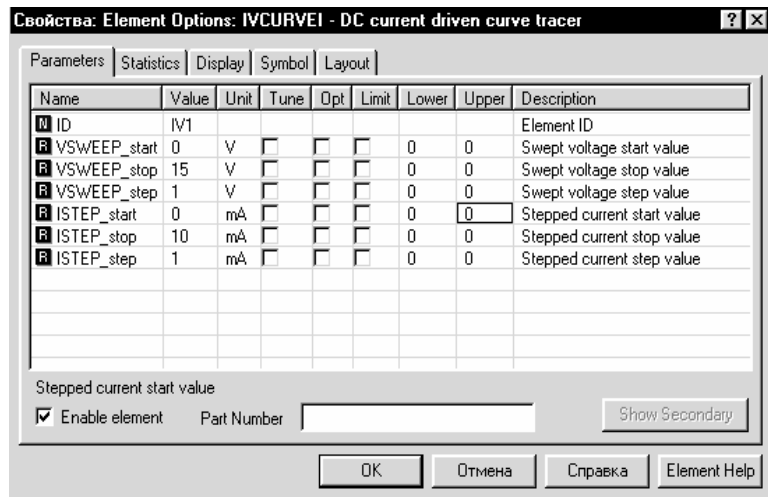

Рис. 3.4
2. Измените значение поля **Value** (Значение), как показано на рис. 3.4 и нажмите **OK**.